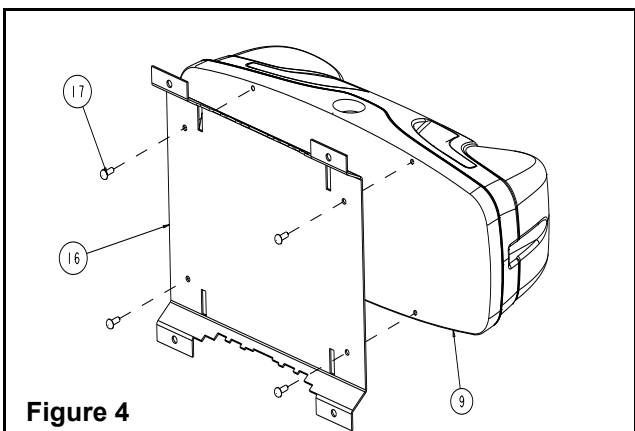

Figure 4
- Pour ce type de montage, une plaque de montage universelle (voir pièce 16 figure 4) doit être commandée séparément. Enlever le trou défonçable situé sur le dessus de l'unité pour le raccordement à l'aide d'un conduit rigide.
- Installer la plaque de montage sur la plaque arrière tel que montré sur la figure 4. Ne pas installer le joint d'étanchéité (9) sur la plaque arrière. Ce type de montage n'est pas certifié NSF (pour l'industrie alimentaire).
- Enlever le cordon d'alimentation (10) du module électronique. Connecter la cordon à l'alimentation C.A. à l'aide de marettes. Se référer aux instructions de branchement.